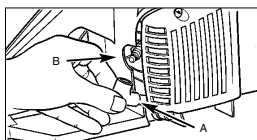

Abb. 21
2. Ziehen Sie das Kabel (A) durch Ziehen und gleichzeitiges Drehen von der Zündkerze ab (B) (Abb. 21).